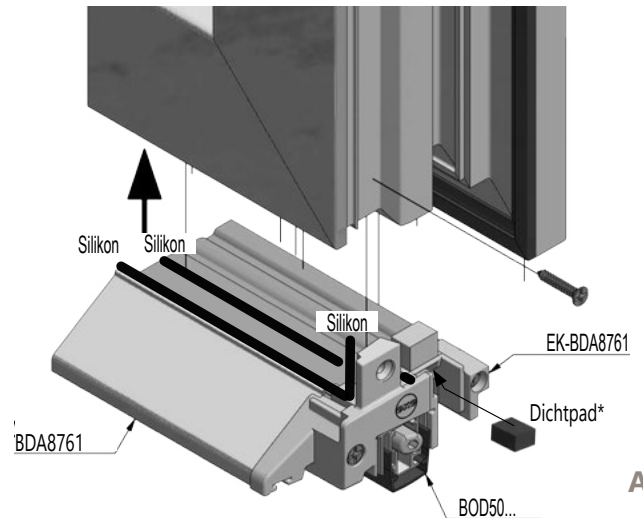

Abb. 4
- Nur *bei Eckumlenkung: Das Dichtpad (15x12x7 mm) schlossseitig unten in die Beschlagnut am Ende der Endkappe EK-BDA8761 kleben (Abb. 4).